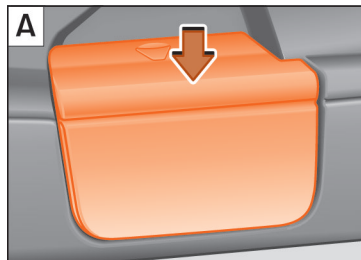

Abb. 142 Abdeckung der Aufnahme der Gepäckraumabdeckung abnehmen A und sicher verstauen B.
- Abdeckungen der Aufnahmen in den Seitenverkleidungen abnehmen » **Abb. 142 A**. Dazu von oben auf die Abdeckung drücken (Pfeil) und Abdeckung abziehen.
- Öffnen Sie das Ablagefach in der Seitenverkleidung hinten links im Gepäckraum » **Seite 165** und hängen Sie die Gepäckraumabdeckung an der Rückseite des Ablagefachdeckels ein » **Abb. 142 B**.